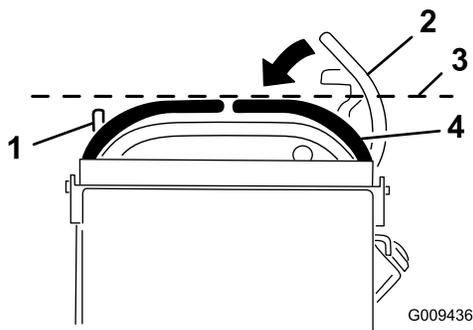

Figure 63
3. Abaissez le levier de commande de déplacement droit pour quitter la position de verrouillage au point mort (Figure 63).
4. Vérifiez s'il s'aligne horizontalement avec le levier de commande de déplacement gauche (Figure 63).